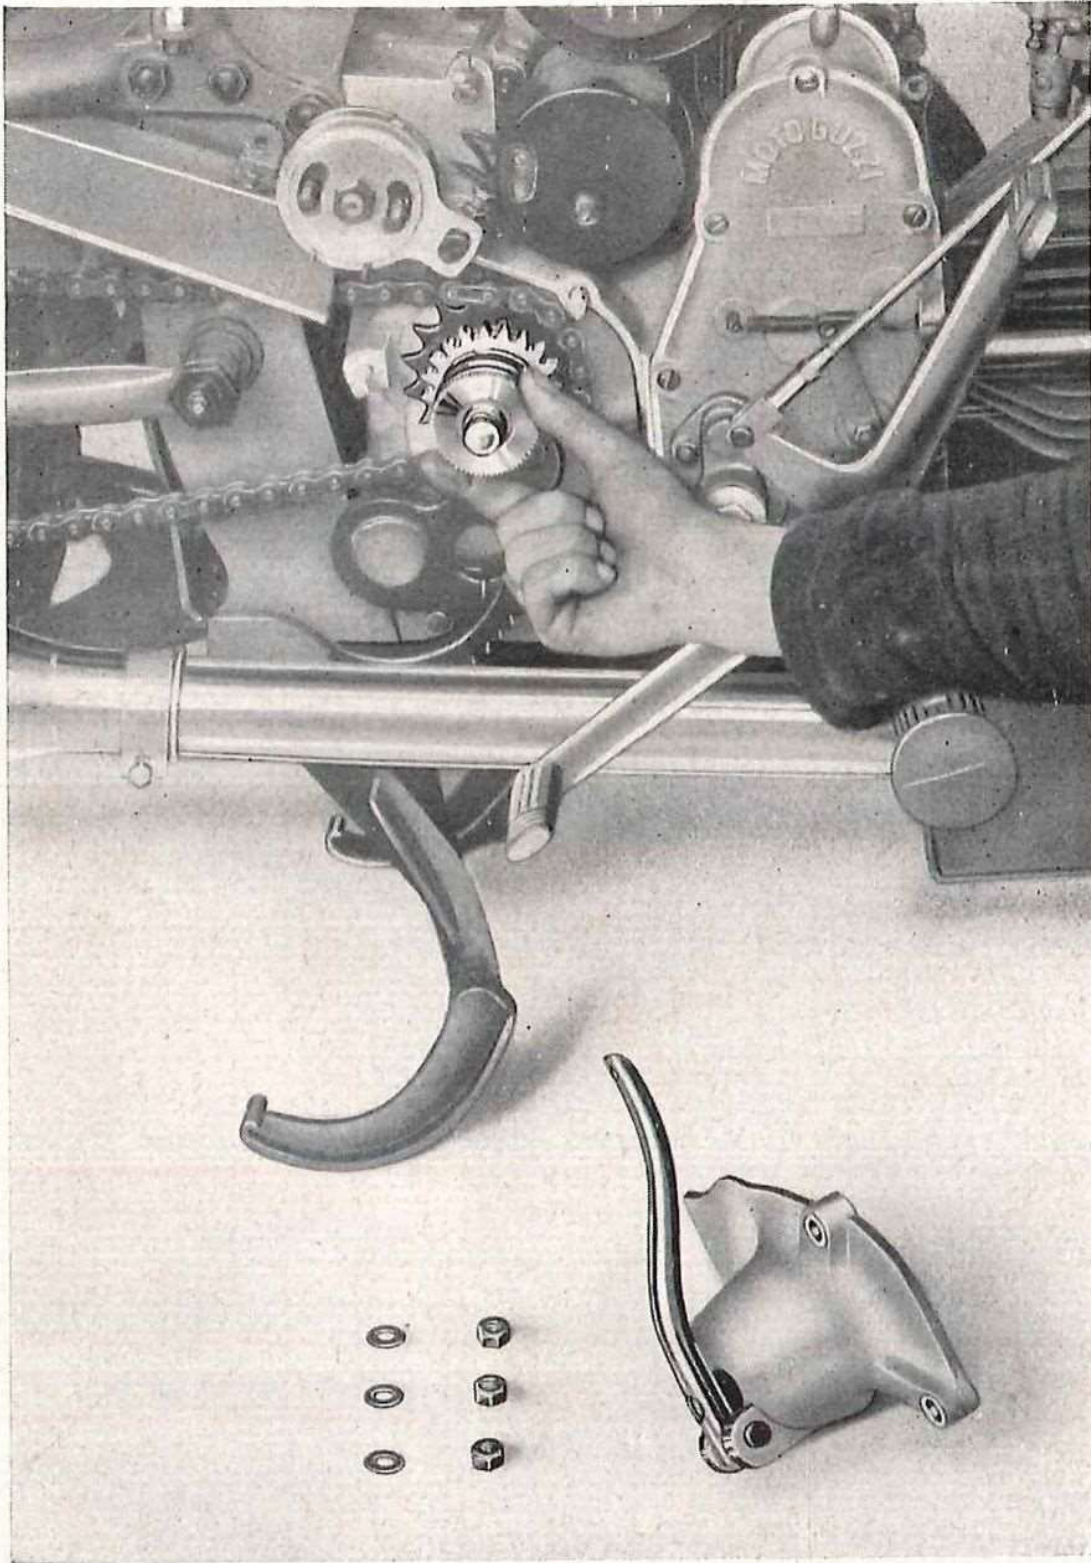

Fig. 10
2) La frizione slitta, si verificano cioè scorrimenti fra i dischi anche quando il comando è in posizione « tutto innestato ». Ciò dipende da molle troppo scariche. Rimedio: (dopo aver tolto il coperchio coprimolle frizione) avvitare il disco zigrinato o sostituire le molle (*v. fig. 10*).